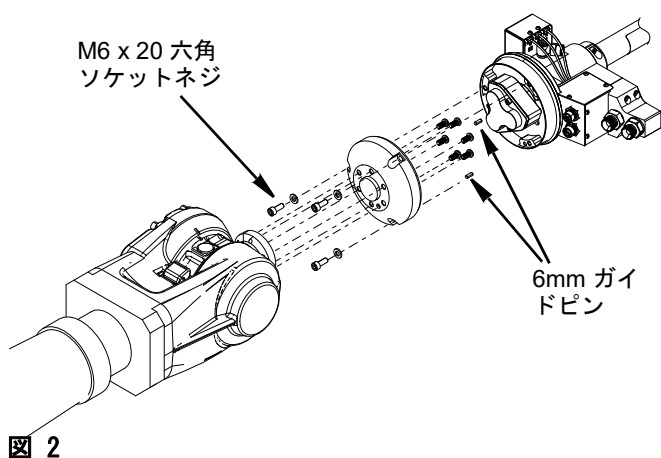

図 2
2. 次に、取り付けフランジを Switch 3D ガンの車体に3本の M6x20 六角ソケットネジで取り付けます。98.2 in-lbs (11.1 N・m) のトルクで締めます。キットに同梱されている6mmのガイドピンを正しい位置に挿入することが重要です。以下を参照してください：図 2。